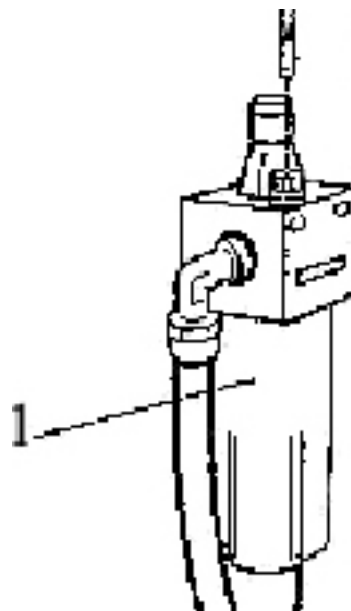

Рисунок 2
5. Проверить, чтобы на каждое второе или третье нажатие на педаль 8, 9 или 10 капля масла падала в прозрачный стакан маслораспылителя. В противном случае нужно отрегулировать подачу масла с помощью отвертки на установочном винте маслораспылителя 1 (рисунок 2).
6. Для смазки подвижных частей пневмоцилиндров и пневмораспределителей следует заливать в маслораспылитель масло индустриальное И-20 или И-40А. Регулярно проверяйте уровень масла в маслораспылителе. При необходимости доливайте, открутив стакан маслораспылителя 1 (рисунок 2).